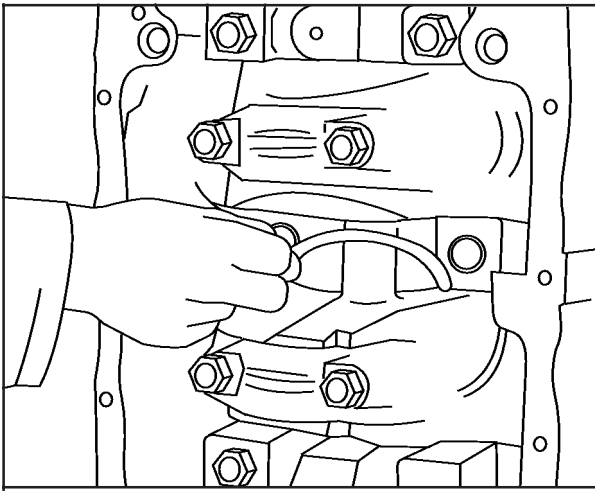

FIG 10
5. Lubrifique as duas arruelas de encosto superiores posicionando os canais de lubrificação para a árvore de manivelas e deslize- as nos recessos do bloco, **Fig. 10**.